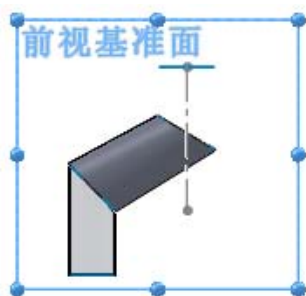

图 11-136 选择右视基准面
②单击“装配体”工具栏中的“编辑零部件”按钮，退出“裤形三通管关联基准面”的编辑状态。
②1 进入“斜接管”，编辑状态。在“FeatureManager 设计树”中右击“斜接管”，在弹出的菜单中单击“编辑”按钮，进入编辑状态。选择“前视基准面”作为绘图基准面，单击单击“草图”工具栏中的“草图绘制”按钮，进入草图编辑状态，如图 11-136 所示。